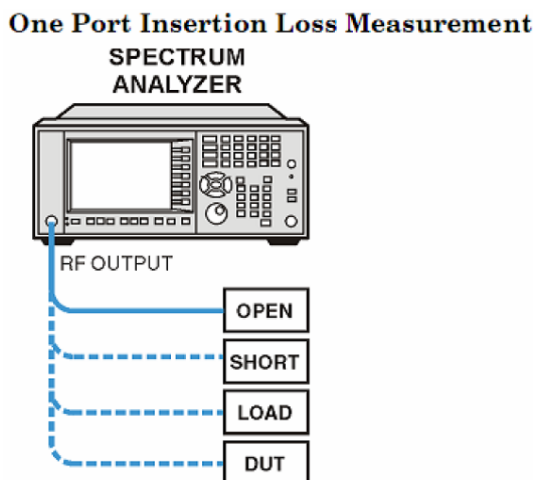

Figura 3: Conexiones para la prueba de un solo puerto (one port insertion loss).
- El procedimiento requiere de la calibración del analizador de espectros antes de obtener la respuesta a la prueba, este procedimiento consiste en una secuencia guiada de pasos. Conecte los dispositivos de calibración al conector RF Output del analizador cuando el procedimiento guiado lo indique en pantalla (ver la figura 3). No haga la conexión del dispositivo de prueba en este momento, luego se le indicara cuando hacerlo.